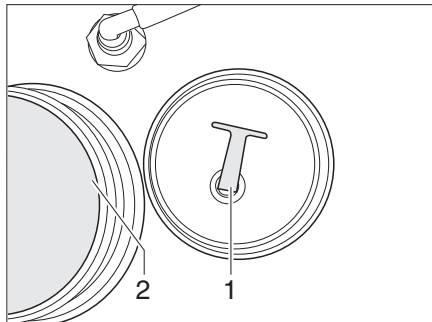

Bild 141 Wassertank
- Verschlussdeckel (Bild 141,2) am Wassertank abschrauben.
- Den Verschluss-Stopfen (Bild 141,1) aus der Ablassöffnung herausschrauben. Das Wasser läuft ab.